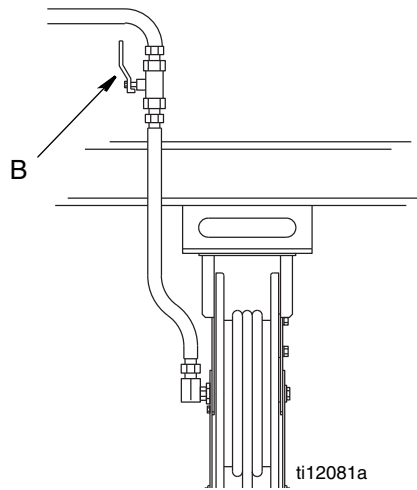

FIG. 8
4. Abra las válvulas de bloqueo en todos los surtidores (B, FIG. 8) y encienda la bomba para presurizar el sistema. Vea **Operación** (Medidores LDM5 - página 13; Medidores LDP5 - página 23), para una operación adecuada del medidor.